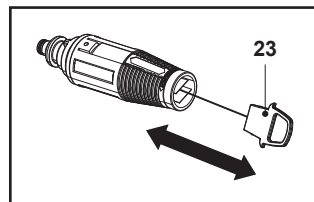

Fig. 20
2. Îndepărtează toate depunerile de murdărie din orificiul duzei folosind un ac (23) (fig. 20).